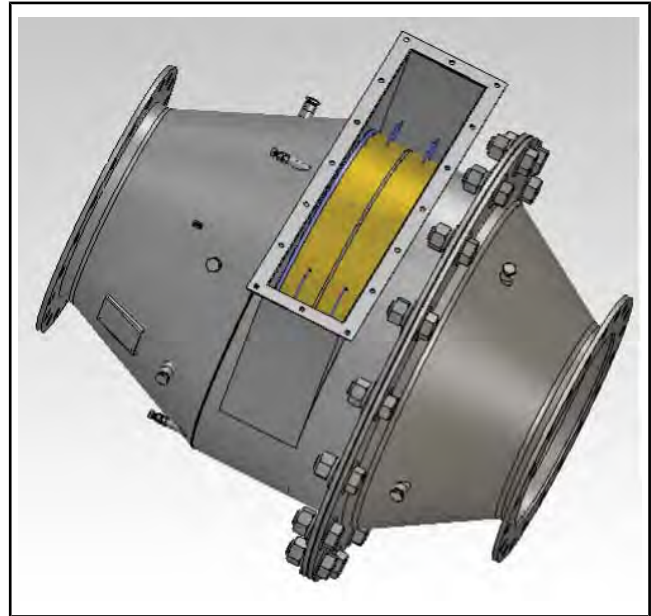

Рисунок 15.10-12: Установка оставшегося элемента катализатора
- Установите оставшийся элемент катализатора (см. Рисунок 15.10-12).